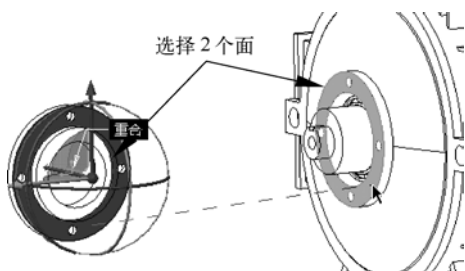

图 7-75 重合约束
- 打开“装配”操控板，在约束中选择“重合”选项，然后选择法兰表面，以及电机外壳端面进行重合约束，如图 7-75 所示。